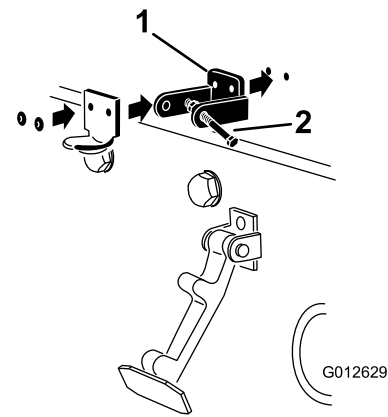

Figure 13
Remarque: Le support de loquet doit être appuyé contre le capot (Figure 13). Ne retirez pas le boulon et l'écrou du bras du support de loquet.
5. Rivez les supports et les rondelles sur le capot (Figure 13).